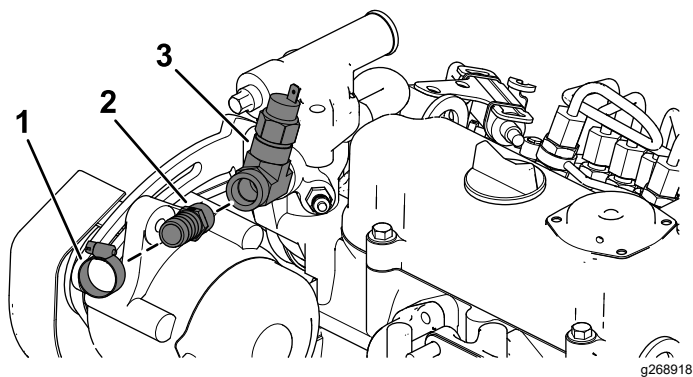

Figura 16
- D. Montate il flessibile (5/8") e il raccordo dell'adattatore (5/8") con fascette stringitubo (**Figura 16**).